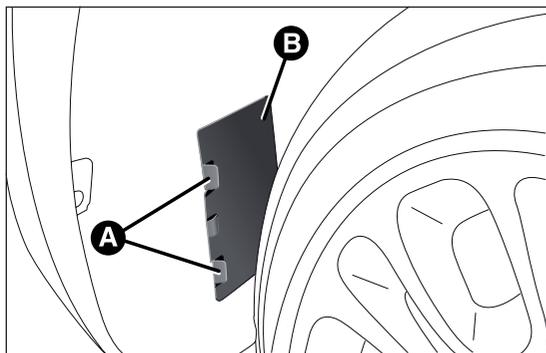

fig. 130
- agir sur les languettes A et enlever le volet B fig. 130 ;